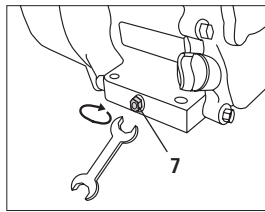

Fig. 28
3. Recoloque o parafuso de drenagem (7) e aperte bem [Fig. 28].